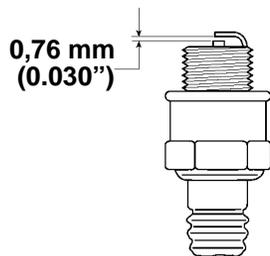

Figure 16
3. Régler l'écartement des électrodes de la nouvelle bougie à 0,76 mm (0.030") (Fig. 16).